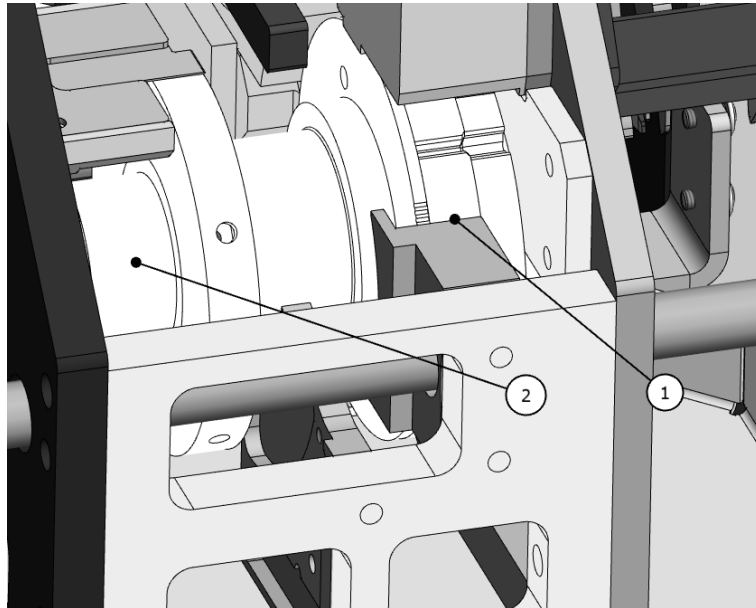

Abb. 15: Ölen Crimptrommel
- Abstützung (vgl. Abb. 15, Pos. 1) und Lagerung (vgl. Abb. 15, Pos. 2) der Crimptrommel ölen.